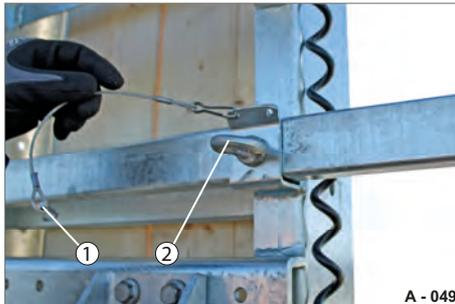

Abb. 71 Ringschraube entsichert
► Karabiner (Abb. 71/1) aus der Ringschraube (Abb. 71/2) herausziehen.